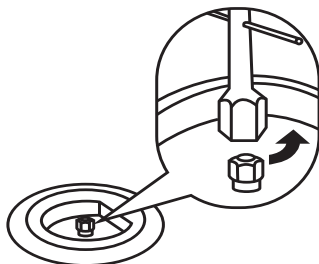

Рис.6 Замена сопла горелки верхнего стола с помощью ключа 7 мм.
- Используя торцевой трубчатый ключ размером 7 мм, замените сопла согласно Табл. 2 и Рис. 6;